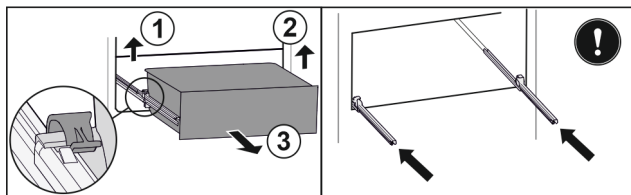

Fig. 31
- ▶ Приподнимите левый зажим и одновременно вытяните движением вперед выдвижной ящик слева. Fig. 31 (1)
- ▶ Приподнимите правый зажим и одновременно вытяните движением вперед выдвижной ящик справа. Fig. 31 (2)
- ▶ Извлеките выдвижной ящик движением вперед. Fig. 31 (3)